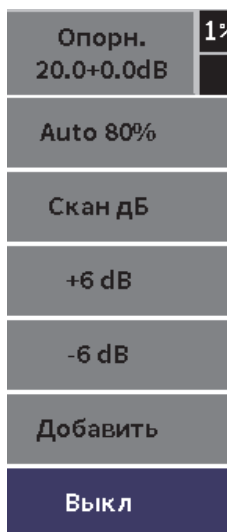

Рис. 6-2 Кнопки усиления сканирования
6. Нажмите Enter для отображения кнопок усиления при сканировании (см. Рис. 6-2 на стр 84).